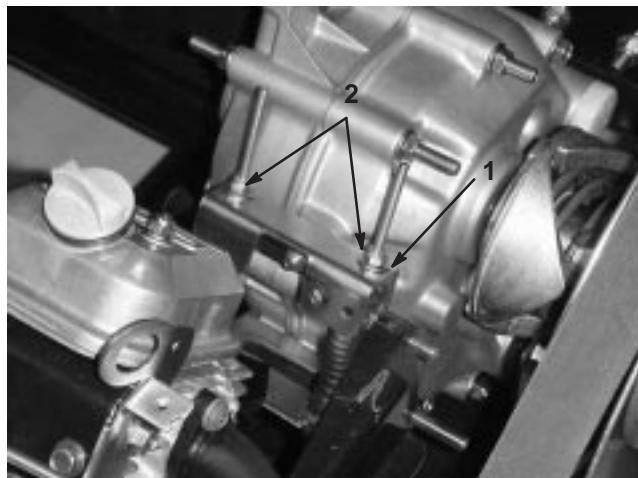

Bild 18
Wenn Sie regelmäßige Wartungsarbeiten und/oder eine Motordiagnostik durchführen, müssen Sie die Antriebsachse zunächst in den Leerlauf schalten (Bild 18). Der Schalthebel weist eine Leerlaufstellung auf, die den Leerlauf der Antriebsachse bestimmt. Treffen Sie die folgenden Maßnahmen, um sicherzustellen, dass der Schalthebel in der Leerlaufstellung die Antriebsachse auch richtig auf Leerlauf schaltet:
2. Achten Sie darauf, dass die Leerlaufhalterung in der Leerlauf-Stellung (Hebel) ist. Drehen Sie hiefür die Antriebskupplung (Bild 18). Das Fahrzeug sollte nicht vorwärts- oder rückwärtsrollen. Wenn sich das Fahrzeug bewegen lässt, schieben Sie die Leerlaufhalterung in die Leerlauf-Stellung.
3. Ziehen Sie eine der Sicherungsmuttern (Bild 18) nur so weit fest, dass das Spiel aus dem Schaltzug entfernt wird.